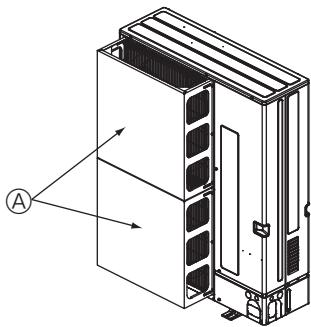

Fig. 2-16
① Installer un guidage d'air optionnel si l'appareil est placé dans un endroit où les vents violents d'un typhon par exemple pourraient s'engouffrer directement dans la sortie d'air. (Fig. 2-16)